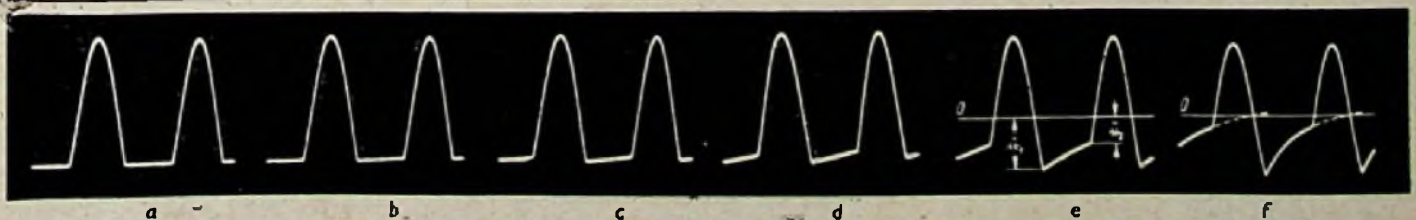

Abb. 13. Verformung der Spannungskurve einer einweg-gleichgerichteten Wechselspannung durch verschiedene phasendrehende Kopplungsglieder
Tabelle II (zu Abb. 13)
Dieses RC-Produkt — die Zeitkonstante — muß mindestens so groß sein, daß in den Zeitabschnitten, in welchen die Spannung auf einem konstanten Betrag verharrt, der Rückgang der Ausgangsspannung des Kopplungsgliedes (durch die Entladung) im Schirmbild unmerklich bleibt. Andernfalls würde eine Neigung oder gar Krümmung der Bildlinie in diesen Zeitabschnitten eintreten, wie dies in den Teilbildern c—f der Abb. 13 zum Ausdruck kommt. In dieser Abbildung werden sechs Oszillogramme
Auch ohne weitere Rechnung geben die Oszillogramme der Abb. 13 hierüber einen treffenden Eindruck (die zugehörigen Daten enthält Tabelle II). Für das Oszillogramm von 13a wurde die Spannung unmittelbar angeschaltet. Der Widerstand R_g war in allen Fällen 16 k Ω , während für die Teilbilder b—f C_g geändert wurde.
Bei näherer Betrachtung der Abb. 13 — insbesondere, wenn die Bilder über die Zeitachse von links anvisiert werden — ist schon bei 13b eine Neigung der waagerechten Linie um etwa Strichstärke festzustellen. Die Phasendrehung betrug jedoch dabei nur $\frac{1}{2}^\circ$. Das entspricht nach Formel (16) einem Wert von $\omega \cdot R_g \cdot C_g = 115$.